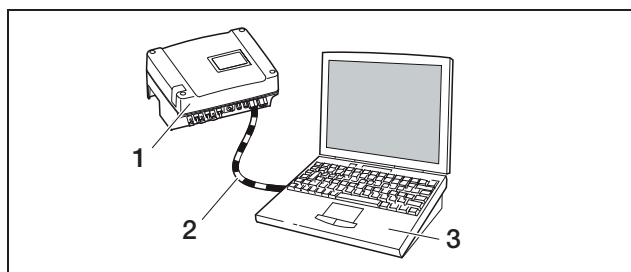

Figure 25: Connexion de l'onduleur et de l'ordinateur au moyen d'un câble croisé
- b) directement par un câble croisé (voir figure 25).
Vous avez besoin d'un câble croisé uniquement si vous raccordez l'onduleur directement à un ordinateur, c'est-à-dire sans switch/ni concentrateur (figure 25).